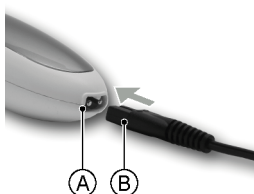

Abbildung 2: Aufladen des Akkus des Haarschneiders.
2. Stecken Sie den Stecker des Netzteils (Figure 2, B) in die Steckdose (Figure 2, A) des Haarschneiders.
Wenn der Akku entladen ist, kann der Haarschneider mit dem Netzkabel verwendet werden, das direkt an die Steckdose des Haarschneiders angeschlossen wird (Figure 2).